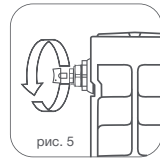

рис. 5
- Для удаления воздуха из радиатора в верхний коллектор обязательно установка крана Маевского* или автоматического воздухоотводчика. Для удаления воздуха через кран Маевского необходимо периодически (несколько раз в год) вручную стравливать его с помощью специального ключа* (рис. 5).